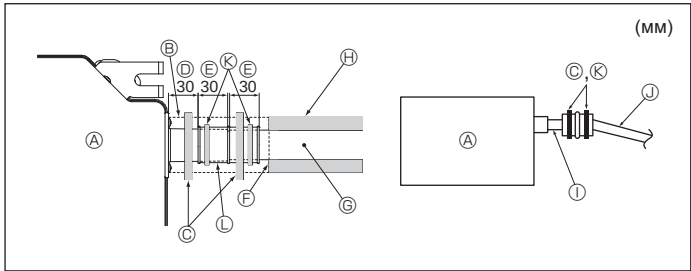

Fig. 6-2
1. Подсоедините дренажное гнездо (в комплекте поставки) к дренажному отверстию. (Fig. 6-2)